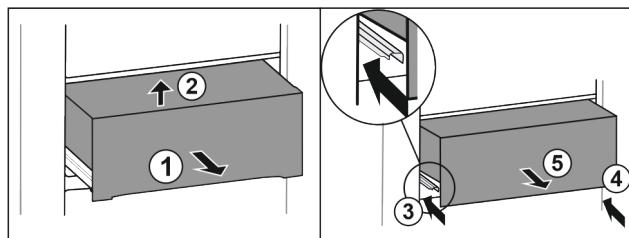

Fig. 32
- Витягніть ящик на половину Fig. 32 (1).
- Підняти вперед Fig. 32 (2).
- Встановіть ліву рейку Fig. 32 (3).
- Встановіть праву рейку Fig. 32 (4).
- Вийняти висувний ящик рухом вперед Fig. 32 (5).